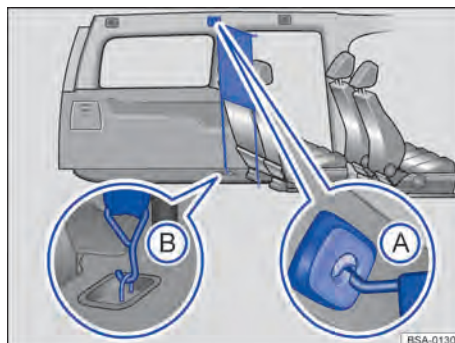

Fig. 152 Derrière la deuxième rangée de sièges : filet de séparation monté
1. Accrochez le filet de séparation dans le logement *avant gauche* (version 5 places) ou *central gauche* (version 7 places) intégré au pavillon → fig. 152 (A). Faites passer la barre transversale au-dessus de la position supérieure pour l'amener en position inférieure.
3. Accrochez le filet de séparation dans les œillets d'arrimage inférieurs → fig. 152 (B).